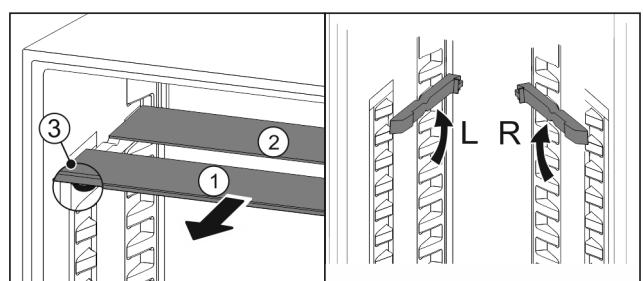

Fig. 80
- Пусните Fig. 80 (1) скляну панель вперед.
- ▷ Скляна панель Fig. 80 (1) з декоративною планкою лежить спереду.
- ▷ Стопори Fig. 80 (3) показують вниз.